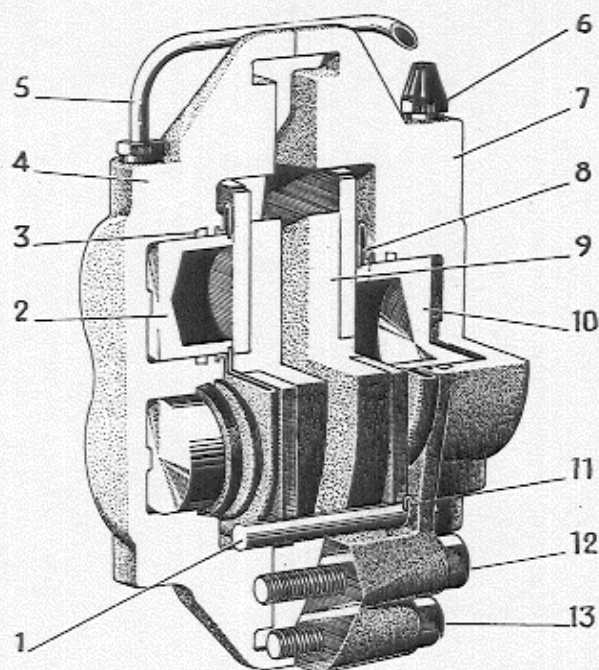

Abb. 14. Vorderradbremse.
Außerdem sind an den Radspindeln Schutzbleche für die Bremsscheiben angebracht. Die Bremsklötze (9 Abb. 14) sind mit eingegossenen Belägen versehen. Beim Bremsen wird der eine Belag gegen die Innenseite der Bremsscheibe durch einen größeren hydraulischen Kolben (10) und der andere Belag gegen die Außenseite der Scheibe von zwei kleineren Kolben (2) gepreßt. Wenn das Bremsen aufhört, werden die Beläge soviel zurückgeschoben, daß sie immer auf einem Minimumabstand von der Bremsscheibe stehen. Deshalb sind die Vorderradbremmen selbsteinstellend.